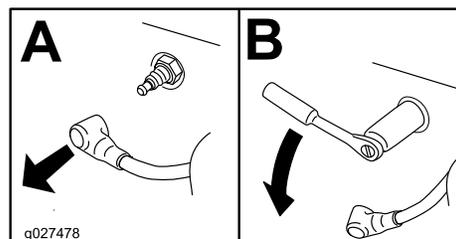

Figura 55
3. Retire a vela, como indicado na Figura 55.